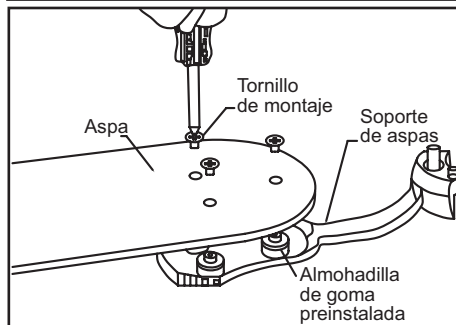

Figura 13
1. Fija el asa a su soporte con los tornillos provistos según se muestra en la Figura 13. Observa que las arandelas de goma están fijadas en el soporte del asa. Inserta el tornillo en el soporte. Repite para los otros dos tornillos.